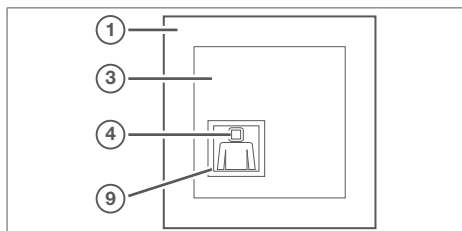

Bild 11: Anropstryckknapp kåpa med täckram
- I en nödsituation drar du i dragtryckknappens sladd (bild 3, 5) eller trycker på den röda knappen på den valfria anropsknappen (bild 11, 9).